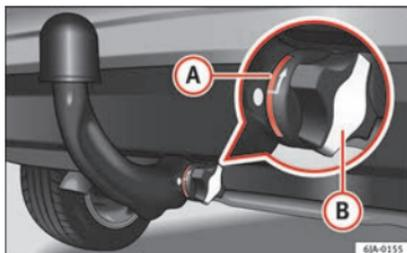

Fig. 200 Fixation correcte de la barre à boule d'attelage.
- La marque rouge **(A)** » » fig. 200 sur la molette pointe vers la marque blanche sur la barre à boule d'attelage.